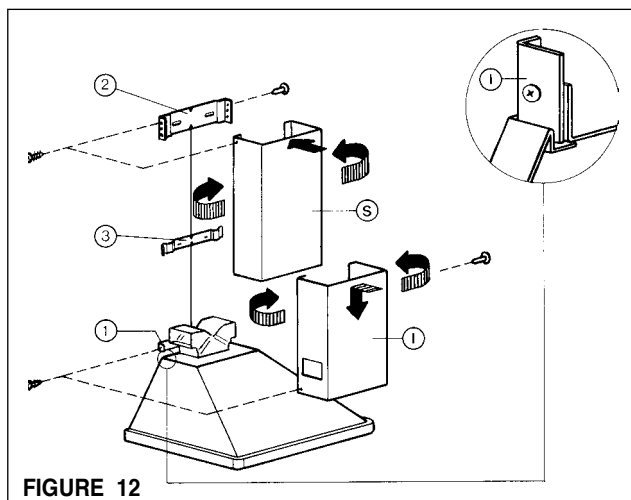

FIGURE 12
10. La cheminée doit être rattachée à la hotte. La section supérieure de la cheminée (**S**) doit être installée en premier, puis la section inférieure (**I**). Les deux sections sont fixées de façon sécuritaire au mur sous les fixations de montage, tel qu'il est indiqué à la **FIGURE 12**. Une fois la cheminée en position, utiliser les vis pour fixer le haut et le bas de la cheminée sur les fixations.